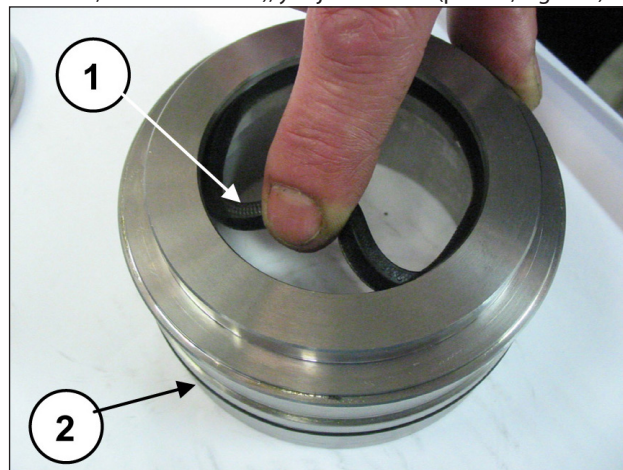

Fig. 194
Introducir la junta de baja presión en el soporte de las arandelas de prensaestopas (pos. ①, Fig. 194), controlando el sentido de montaje (el labio de retención debe estar hacia adelante, hacia el cabezal), y la junta tórica (pos. ②, Fig. 122).